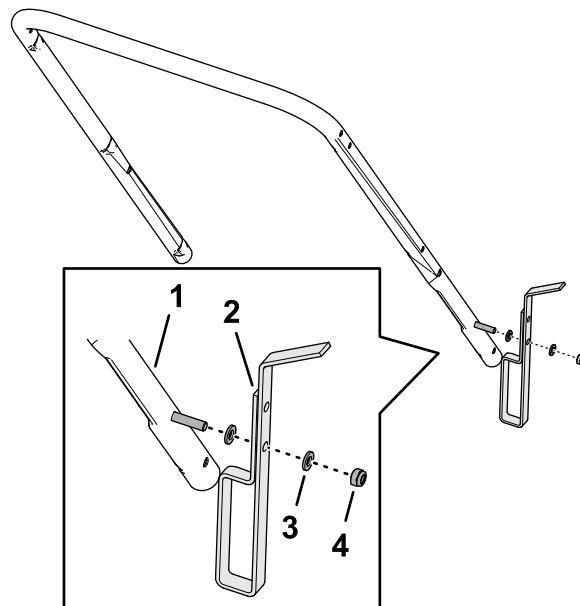

Figura 4
2. Aliniați orificiul din opritorul acionat cu piciorul cu urubul din bara de ghidare inferioară (Figura 4).